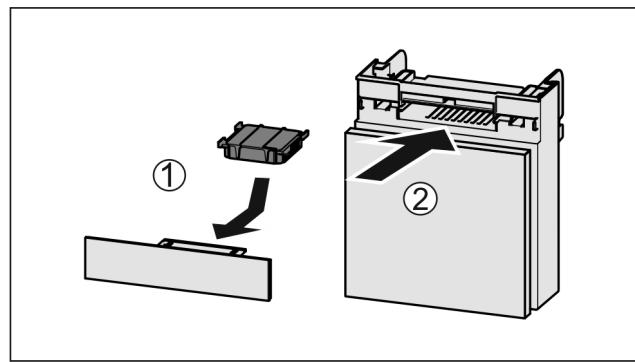

Fig. 83
- Aktivni ogleni filter vstavite Fig. 83 (1) skladno s prikazom na sliki.
- Predal potisnite noter Fig. 83 (2).